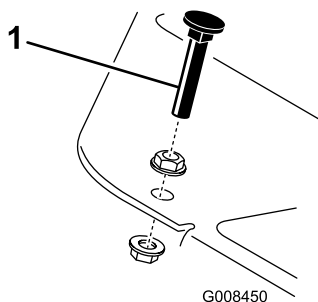

Рисунок 43
Нажмите на педаль тяги. Если педаль тяги касается упора (Рисунок 43) до того, как на тросике будет ощущаться натяжение, то требуемая регулировка заключается в следующем:
1. Отпустите гайки с буртиком, которые крепят упор педали к плате пола (Рисунок 43).